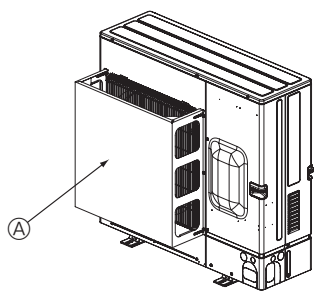

Abb. 2-16
① Installieren Sie eine als Sonderzubehör erhältliche Luftschutzführung, wenn die Anlage an einem Aufstellort installiert ist, an dem die Gefahr besteht, dass starker Wind direkt in die Luftaustrittsöffnung bläst. (Abb. 2-16)